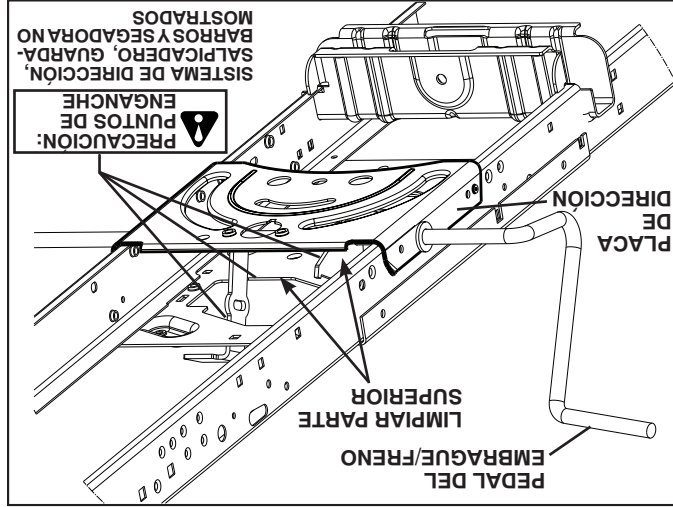

Fig. 19
- **PRECAUCIÓN:** Evite todos los puntos de enganche y las piezas móviles. (Vea Fig. 19)